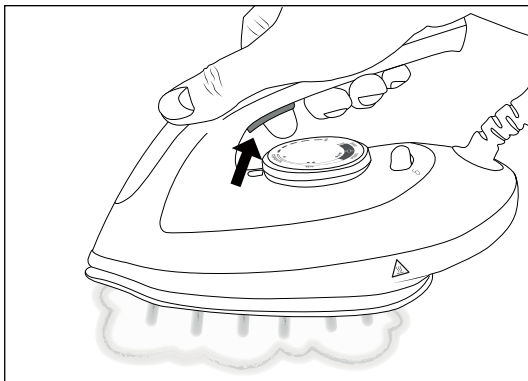

Fig. 9
- 5) Mens du stryger tøjet, kan du trykke og holde dampknappen **2** inde for at dampe tøjet i længere tid fra strygesålen **8** (se fig. 9).